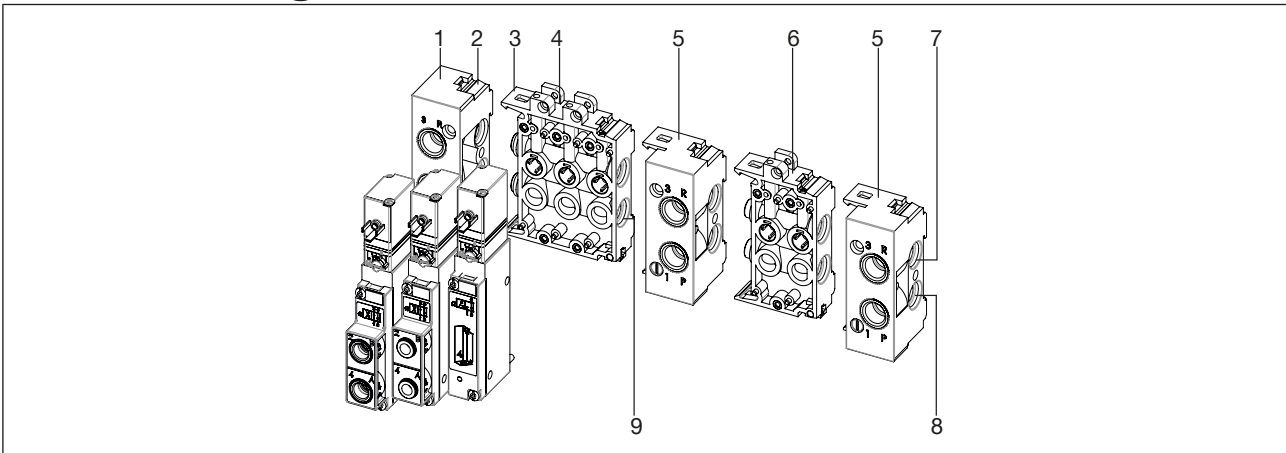

Bild 6: Beispiel eines Mehrfachblocks
- Montage mit Anschlussmodul links beginnen (siehe „Bild 6“)